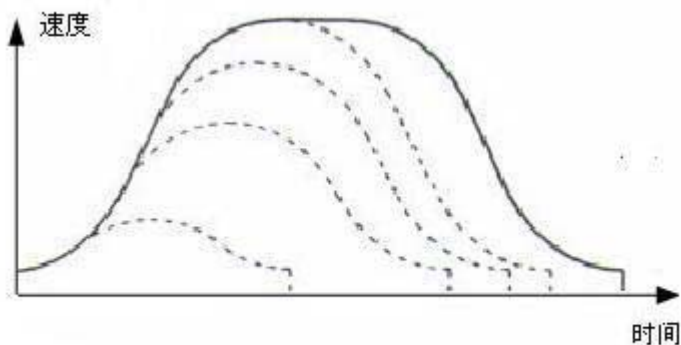

图4-14 自动降速避免尖三角
b. 使用 S 形曲线的目的是产生平滑运动，但是如果因为距离太短或加速太慢原因导致电机速度在加速段不能升至设定的最大值 **Max_Vel** 时，理论上加速段将突然切换至减速段，从而导致在速度曲线中部出现尖三角，并因此引起该轴出现较大震动和相关问题。为了避免出现这种问题，DMC5400 内置有自动调整功能，使得加减速段的过渡保持平滑，如图 4-14 所示。